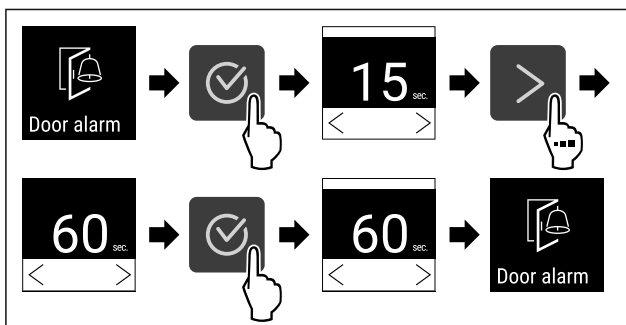

Fig. 140
- ▶ Følg anvisningene (se Fig. 140) .